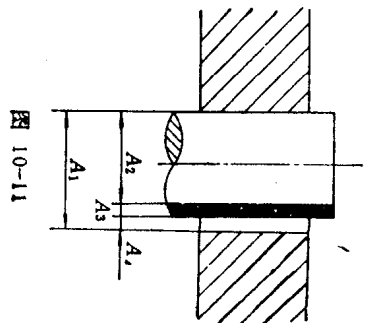

图 10-11
12.* 如图 10-11 所示孔, 轴配合, 其中轴需镀络, 镀络前尺寸 $A_2 = \phi 59.74_{-0.06}^{\pm 0.06}\text{mm}$, 要求镀络层厚为 $15 \pm 5\mu\text{m}$; 孔径 $A_1 = \phi 60_{+0.03}^{\pm 0.03}$, 问镀络后配合时封闭环 A_4 极限尺寸和封闭环公差是多少?